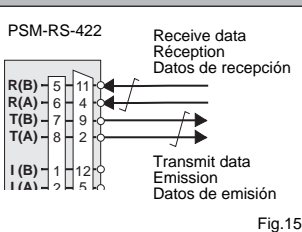

Fig.15
To connect an RS-232 master to an RS-485 4-wire bus system, only the R(A), R(B) and the T(A), T(B) connections need to be wired (Fig. 15).
Pour raccorder un maître RS-232 à un système de bus RS-485 à 4 fils, il suffit de câbler les connexions R(A), R(B) et T(A), T(B) (fig. 15).
Para la conexión de un maestro RS-232 en un sistema bus RS-485 de 4 conductores únicamente tienen que cablearse las conexiones R(A), R(B) y las T(A), T(B) (fig. 15).